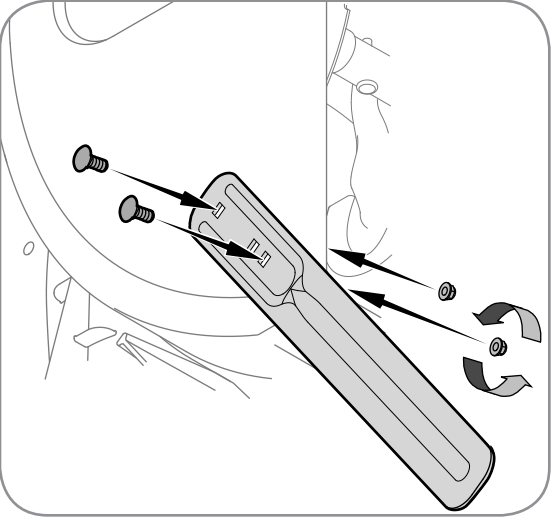

Figure 9
- Enlevez les boulons ordinaires en dévissant les écrous à six pans qui maintiennent les barres de coupe en place et positionnez-les correctement avant d'utiliser la souffleuse. Voir la Figure 9.